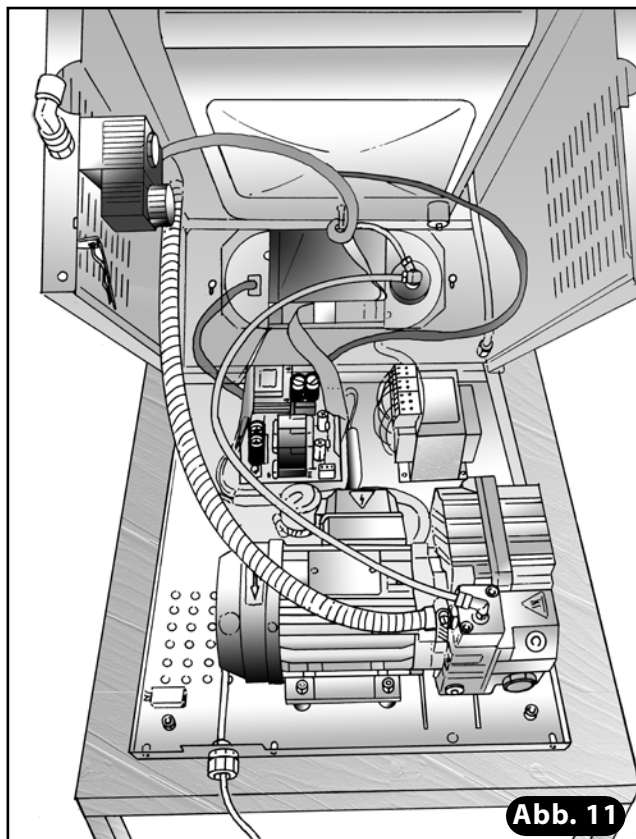

Abb. 11
- 11) Schweißbalken wieder in die Wanne einsetzen, dabei darauf achten, dass die elektrischen Kontakte richtig hergestellt werden (**Abb. 11**).
17) Stange aus der Führung ziehen und wieder in ihrer Halterung am Sockel positionieren (**Abb. 11**).